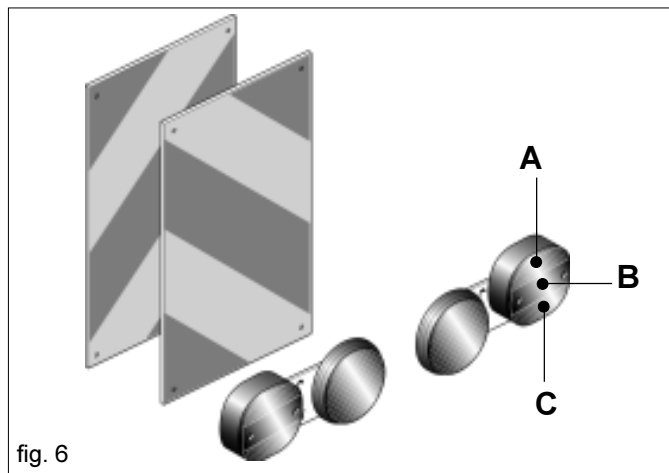

fig. 6
- 37) Si las dimensiones de los aparatos cargados o semi-cargados no permiten la visibilidad de los dispositivos de indicación e iluminación de la motriz, dichos dispositivos deberán ser instalados adecuadamente sobre los aparatos en sí, ateniéndose a las normas del código del tránsito vigente en el País. Asegurarse, mientras viene utilizado, que la instalación de las luces se encuentre perfectamente en función. Se recuerda, además que la correcta secuencia de las indicaciones de los faros prevé (Fig.6):